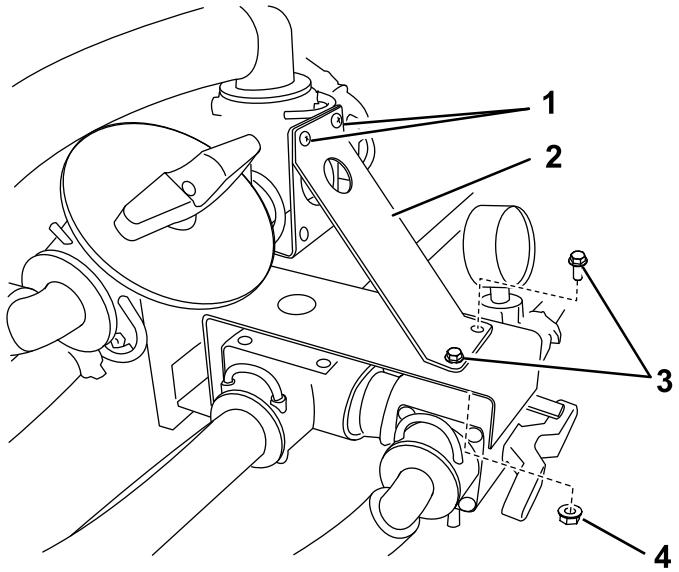

Figura 9
- En sistemas de fumigación Workman (Figura 9), retire los 2 tornillos que sujetan el acoplamiento en T superior e instale el soporte usando los tornillos, 2 pernos con arandela prensada ($1/4 \times 3/4$ pulgada) y 2 tuercas con arandela prensada (1/4 pulgada).